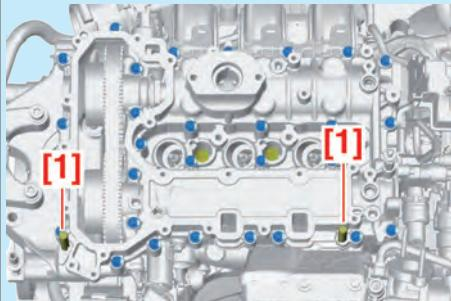

Fig.3
- Centrer le couvre-culasse inférieur à l'aide des outils [1] (Fig.3).